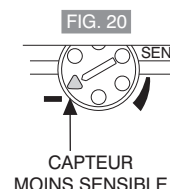
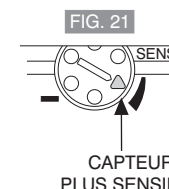

FIG. 20
FIG. 21
- La régulation de la sensibilité du détecteur de mouvement détermine la "distance de la détection". Cette régulation peut être variée de façon à compenser les variations de température des saisons et les activations qui ne sont pas souhaitées. On obtient la sensibilité optimale en programmant le régulateur de la sensibilité **SENS** au début sur la position moyenne puis en le tournant dans le sens horaire pour augmenter (jusqu'à environ 12 mètres - FIG. 21) ou dans le sens antihoraire pour diminuer (jusqu'à 3 mètres environ - FIG. 20) la distance de détection.
- Mit der Einstellung der Empfindlichkeit lässt sich die „Erfassungsreichweite“ festlegen. Damit lassen sich jahreszeitlich bedingte Temperaturschwankungen ausgleichen und nicht erwünschte Aktivierungen verhindern. Die optimale Einstellung der Sensibilität erhält man, wenn man den Drehregler für die Empfindlichkeit (**SENS**) zunächst in die mittlere Position bringt, und dann für eine stärkere Empfindlichkeit im Uhrzeigersinn dreht (bis ca. 12 Meter - ABB. 21) bzw. gegen den Uhrzeigersinn, wenn die Erfassungsreichweite verringert werden soll (bis ca. 3 Meter - ABB. 20).